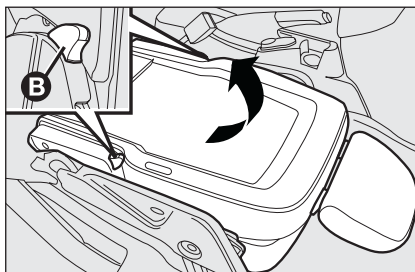

fig. 25
- ☐ actuar la palancas **B-fig. 25** y levantar nuevamente el asiento hacia arriba.